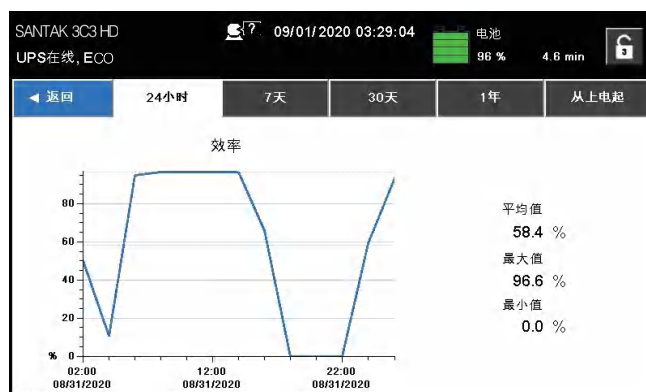
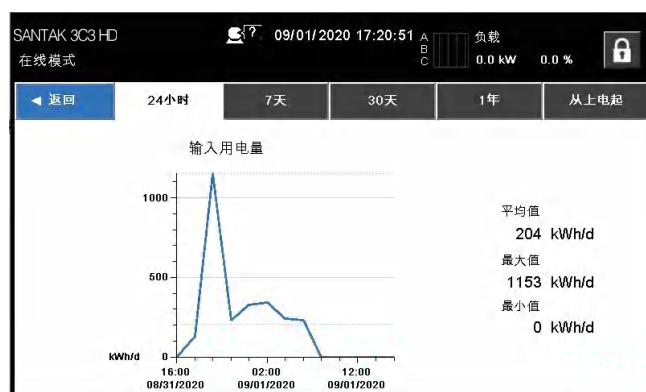

图6-7：主屏幕中的效率屏幕
图6-8：主屏幕中输入用电量屏幕
- ③ 请参见图6-7 “主屏幕中的效率屏幕”
- ④ 请参见图6-8 “主屏幕中的输入用电量屏幕”
- ⑤ 表示电流向示意图
- ① 请参见图6-7 “主屏幕中的效率屏幕” ② 请参见图6-8 “主屏幕中的输入用电量屏幕”